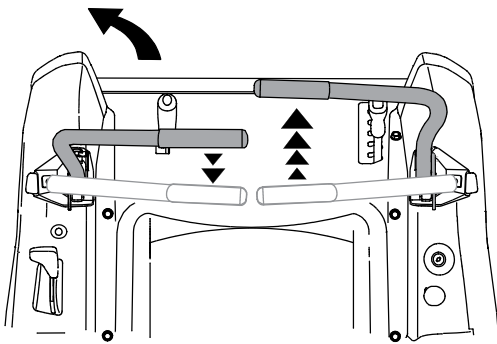

Figura 5-4
- Para girar a la izquierda, mueva la palanca de control del lado izquierdo hacia atrás respecto de la palanca derecha. Vea la Figura 5-4.